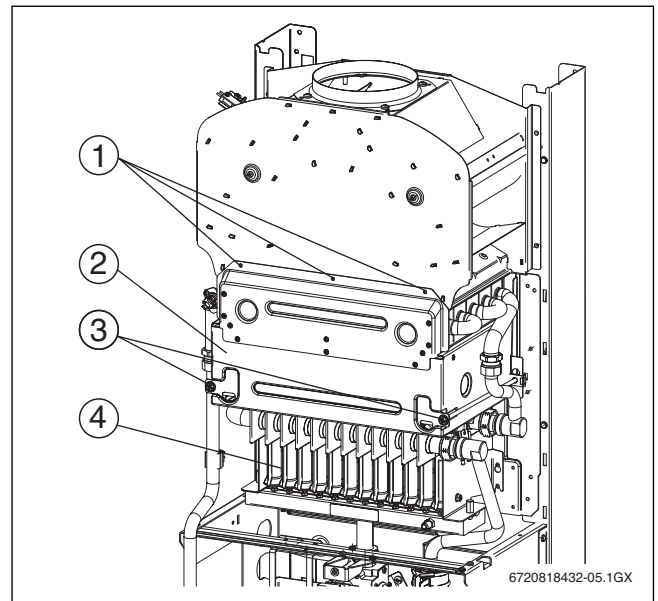

Bild 32 Brenner öffnen
- ▶ Die 3 Schrauben oben [1] und die 2 Schrauben unten [3] lösen (→ Bild 32).